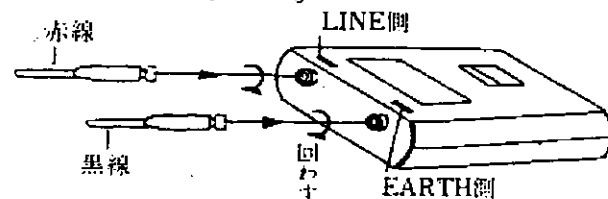

図1
- 1) 図1のようにEARTH(アース)端子に黒リード線のプラグ、LINE(ライン)端子に赤リード線のプラグを差し込み右方向に回して固定します。